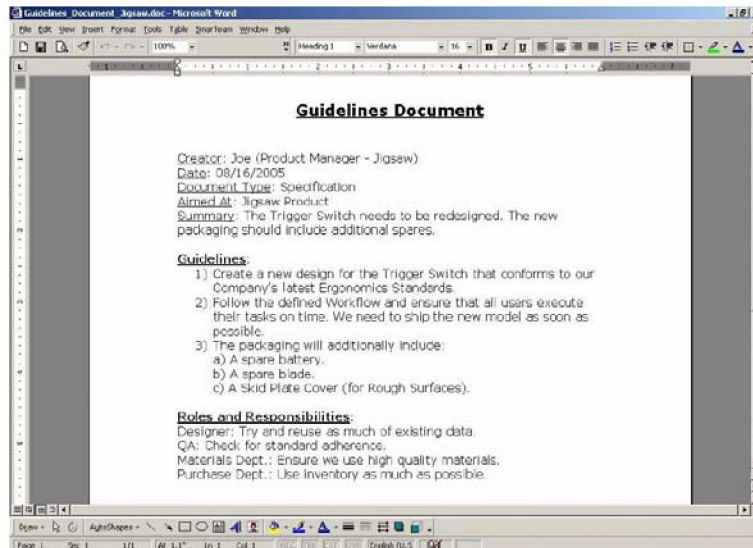

Рис.19. Файл «Guidelines_Document_Jigsaw.doc»
- Для ИЛТ: Откройте файл «Guidelines_Document_Jigsaw.doc» (рис. 19), сохраненный в папке '...\Student\Data'.